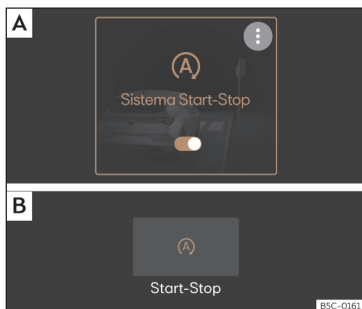

Fig. 143 No ecrã do sistema Infotainment: sistema Start-Stop desativado. **[A]** Vista no menu principal. **[B]** Vista com o sistema Infotainment desligado.
Quando o símbolo (A) aparecer em cor de lanterna»» **Fig. 143** o sistema esta ativado e fará